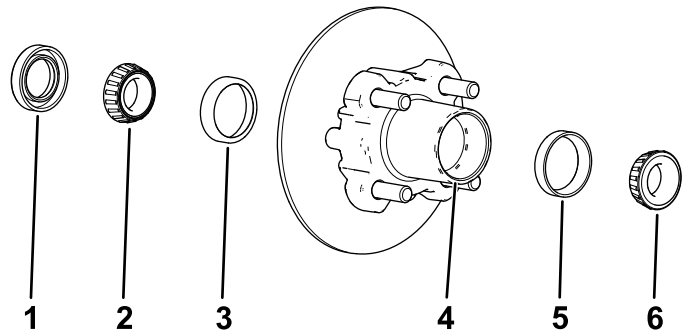

Bild 39
1. Nehmen Sie das Außenlager und den Lagerring von der Radnabe ab (Bild 39).
2. Nehmen Sie die Dichtung und das Innenlager von der Radnabe ab (Bild 39).
5. Entfernen Sie Fett, Schmutz und Rückstände aus dem Hohlraum der Radnabe (Bild 39).
7. Füllen Sie den Hohlraum der Nabe zu 50 % bis 80 % mit der angegebenen Fettsorte (Bild 39).
8. Montieren Sie das Innenlager auf dem Lagerring an der Innenseite der Nabe und setzen Sie die Dichtung ein (Bild 39).